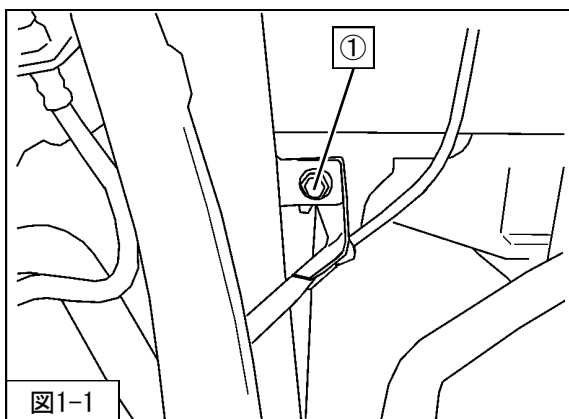

図1-1
2. ①ABSセンサハーネス取付ボルトを取外してください。(図1-1)